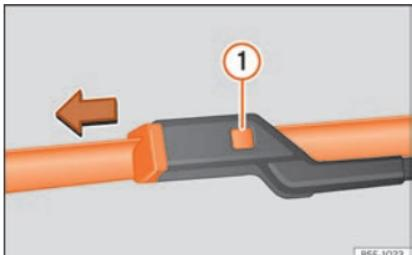

Fig. 40 Cambio de las escobillas del limpiaparabrisas.
- Mantenga presionada la tecla de desbloqueo »» fig. 40 ① tirando ligeramente de la escobilla en el sentido de la flecha.